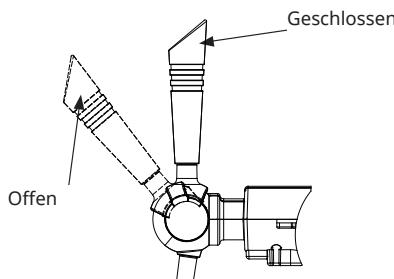

Abbildung 10
8. Sie können nun den Zapfhahn verwenden, um das Bier zu zapfen (ziehen Sie den Griff um 45 Grad nach vorne, wie in Abbildung 10 gezeigt).
**Hinweis:** Achten Sie beim Anschließen des Weinspenderanschlusses an den Weinausschank darauf, dass der Weinausgabehahn (wie in Abbildung 10 dargestellt) geschlossen ist.